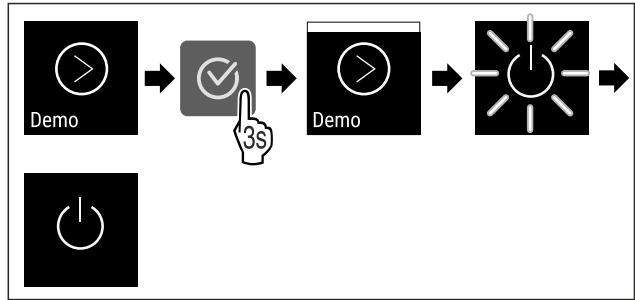

Fig. 99
- ▶ Efectuați pașii de acțiune (vezi Fig. 99) .